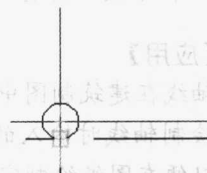

图 1-13 开间方向外墙线
(2) 绘制开间方向第一条外墙线：单击屏幕左边绘图工具栏中的“直线”按钮，并单击命令行下方状态栏中的“对象捕捉”按钮(激活该项)，然后捕捉到圆柱切点与轴线的交界处位置，将它作为起点，输入 5400 后按 Enter 键，如图 1-13 所示。